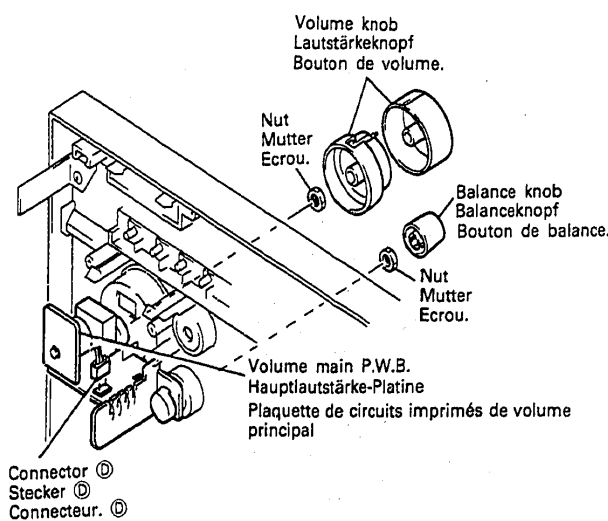

Fig. 13 Abb. 13
15. **Hauptlautstärke-Platine (Abb. 13)**
15. Plaquette de circuits imprimés de volume principal (Fig. 13)